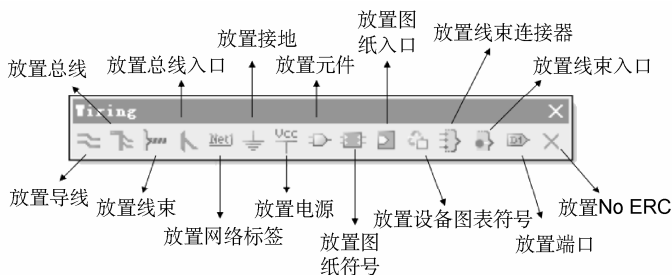

图 3-7 Wiring 工具栏
3) Wiring (布线) 工具栏：用于在绘制原理图过程中放置各种电气对象，包括导线、总线、线束、总线入口、网络标签、接地、电源、元件、图纸符号、图纸入口、设备图表符号、线束连接器、线束入口、端口和 No-ERC 指示符，是一个常用工具栏，如图 3-7 所示。